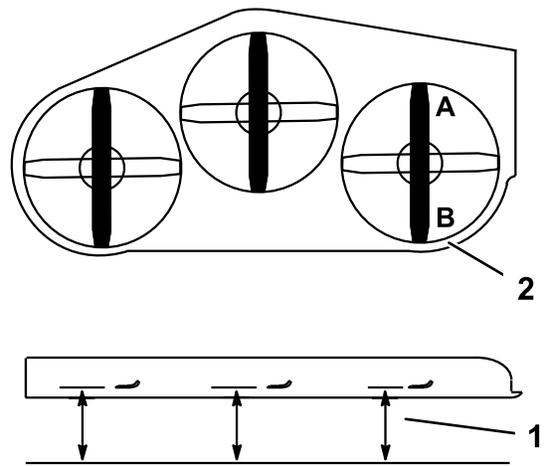

Figura 95
- Posicione uma lâmina da parte dianteira para a traseira. Meça nas localizações A e B desde uma superfície nivelada até à aresta de corte das pontas das lâminas (Figura 95).